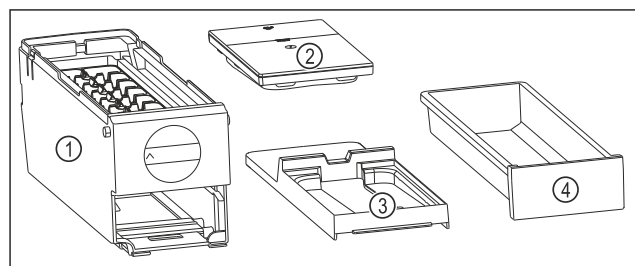

Fig. 174 Bestandteile des EasyTwist-Ice
- ▶ EasyTwist-Ice ist in vier Teile zerlegt. (siehe Fig. 174)
- ▶ EasyTwist-Ice nur in abgebildete Bestandteile zerlegen. (siehe Fig. 174)
- ▶ EasyTwist-Ice-Körper Fig. 174 (1) als Ganzes reinigen.